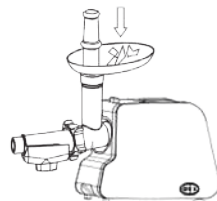

рис. 14
7.6.8 Используя толкатель, постепенно загружайте продукты для переработки в горловину (Рис.14).